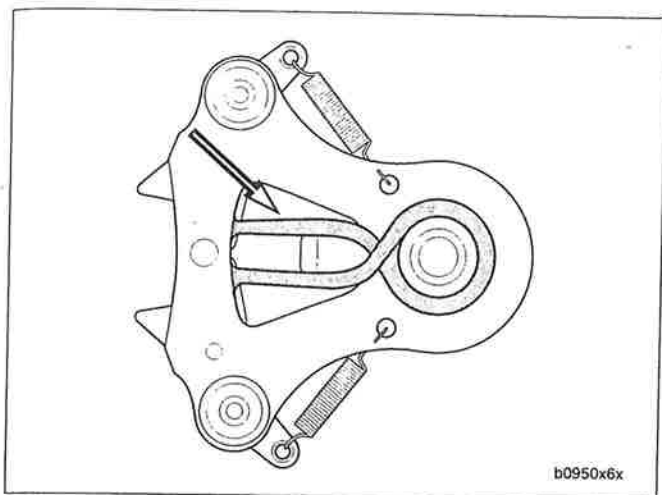

Figura 6-67. Resorte de retorno del eje de cambios (instalado correctamente)
1. Vea la Figura 6-67. Instale correctamente el resorte de retorno del cambiador en el lado inverso del conjunto del eje de cambios antes de colocar el eje en la mitad izquierda del cárter.